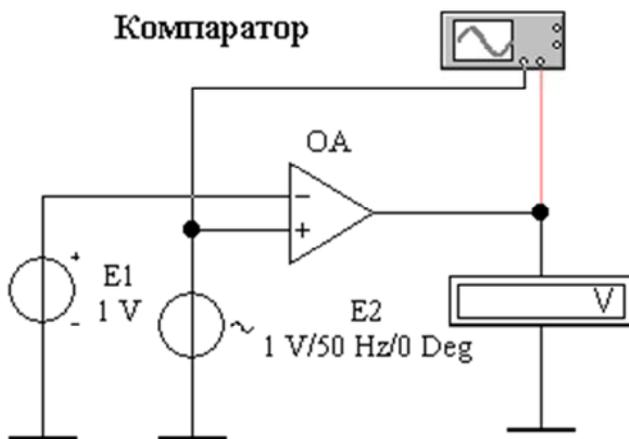

Рис. 10.1. Компаратор на ОУ (файл **comparator.ewb**)
2. Исследовать компаратор в EWB (файл **comparator.ewb**, рис. 10.1). Изменить значение напряжения источника $E1$ на 2–1 В. Объяснить вид осциллограммы выходного напряжения.